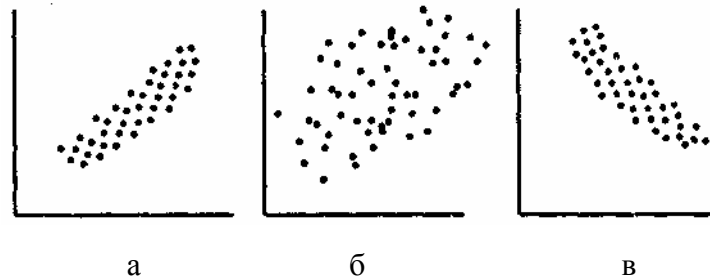

Рис.9. Діаграма розсіювання: а - позитивний взаємозв'язок;
*Діаграма розсіювання (розкиду)(scatter diagram – кореляційна діаграма)* – інструмент, що будується у вигляді графіку залежності між двома параметрами і дозволяє визначити вид і тісноту зв'язку між ними. За умови наявності такого зв'язку можна усунути відхилення одного параметру впливаючи на інший. Дані на діаграмі розсіювання утворюють поле кореляції. При цьому можливий позитивний, або негативний взаємозв'язок, а також відсутність якого-небудь взаємозв'язку (рис.9).